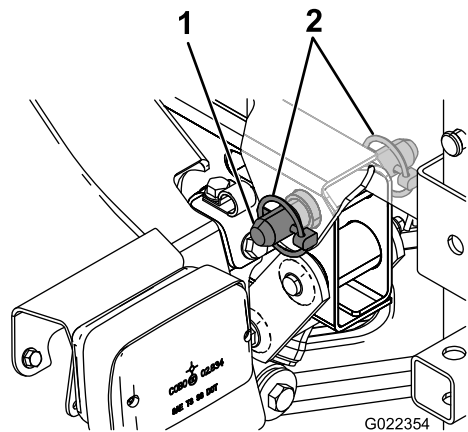

Figure 10
5. Alignez les trous dans les pattes de pivot à l'arrière du patin de cuve et les trous du tube de pivot du plateau au bout du cadre du véhicule (Figure 10).
6. Placez un axe de chape conique et 2 goupilles à anneau sur la patte de pivot pour fixer la cuve au cadre (Figure 10).